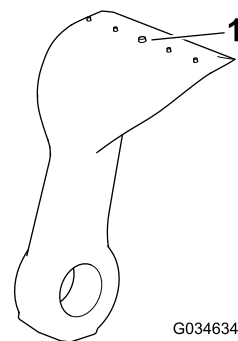

Bild 79
4. Prüfen Sie jedes Messer mit der Verschleißlinie auf zu starke Abnutzung (Bild 79). Wenn ein Messer bis auf die Verschleißlinie abgenutzt ist, tauschen Sie das Messer aus.